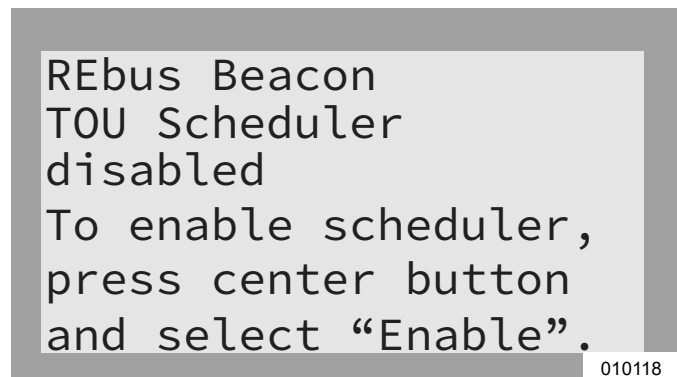

Figura 6-26. Desactivación del programador TOU (3 de 3)
4. Consulte la Figura 6-26. La línea de estado en la página de dispositivo de Beacon mostrará Disabled.